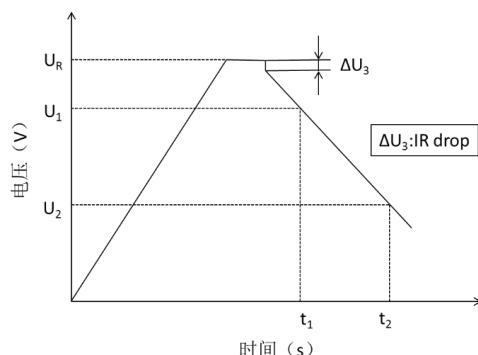

图2 电容量测试示意图
测量电容器两端电压从  $U_1$  到  $U_2$  的时间  $t_1$  和  $t_2$ ，如图 2 所示，根据下列等式计算电容量值：
- 用电压记录仪记录电容器充放电转换端电压瞬间 10ms 电压降的变化量ΔU3, 如图 2 所示。